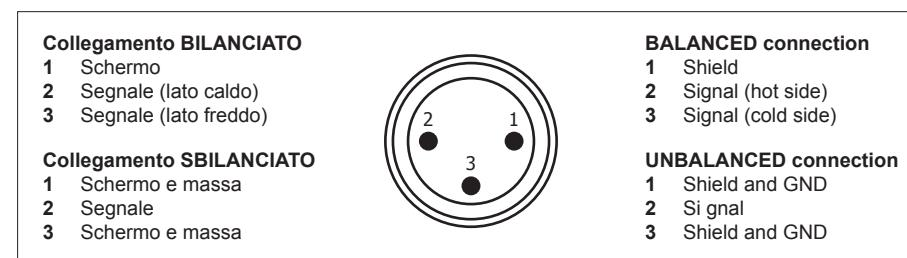

Fig. 4.2.1
Alle prese XLR **MIC.1** e **MIC.2** (23) è possibile collegare microfoni di tipo dinamico e ad elettreti con alimentazione Phantom; i collegamenti a queste prese sono riportati nella Fig. 4.2.1. Ulteriori possibilità di connessione, che sfruttano l'uso della morsettiera (31), sono riportate al Par. 4.12, pag. 9.
It is possible to connect microphones of the dynamic or of the electret type with a Phantom power supply to the XLR sockets **MIC.1** and **MIC.2** (23). The connections to these sockets are shown in Figure 4.2.1. Further possible connections exploiting the terminal strip (31) are indicated under point 4.12, page 9.
Alla presa XLR **MIC.3** (22) è possibile collegare microfoni di tipo dinamico e ad elettreti con alimentazione Phantom; i collegamenti a queste prese sono riportati nella Fig. 4.2.1. In alternativa al microfono, è possibile collegare alla presa **IN UNITS** una o più postazioni microfoniche preamplificate **MBT 1106**, che consentono di inviare messaggi su una o più zone d'ascolto. **Per il collegamento di questa postazione, è INDISPENSABILE utilizzare cavi schermati di tipo STP CAT5.E.** La regolazione del livello d'uscita è disponibile al controllo frontale (2).
It is possible to connect a dynamic or electret microphone with a Phantom power supply to the **MIC.3** XLR socket (22). The connections to these sockets are shown in Fig. 4.2.1. As an alternative to a microphone, it is also possible to connect one or more **MBT 1106** pre-amplified microphone stations, enabling messages to be sent to one or more listening zones, to the **IN UNITS** socket. **It is ESSENTIAL to use shielded cables of the STP CAT5.E type for connecting this station.** The output level can be controlled from the front panel (2).
I collegamenti a queste prese sono riportati nella Fig. 4.2.1. Ogni ingresso dispone di un proprio controllo di livello (3) per dosare opportunamente l'ampiezza dei vari segnali.
The connections to these sockets are shown in Figure 4.2.1. Each input has its own level control (3) so as to be able to adjust the amplitude of the various different signals suitably.